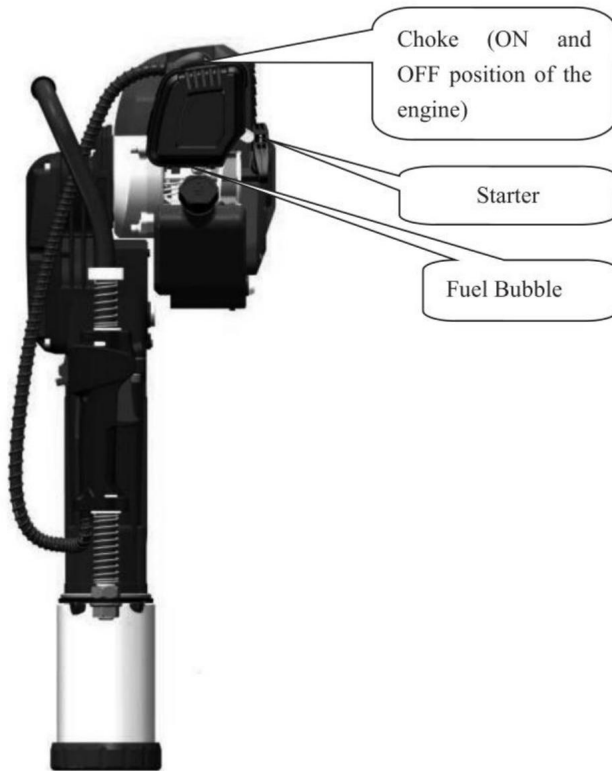

Fig 4
5.1. Innan du startar den nya maskinen, tryck på den genomskinliga och halvcirkeln bränslebubbla upprepade gånger(Fig.4) tills förgasaren är fylld med bränsle.(Om motorn är svalt, stäng luftdörren. Öppna luftdörren efter start.)
5.2. Ställ maskinen upprätt enligt Fig.4. Håll den övre delen av handtag hårt med ena handen medan den andra drar i draghandtaget starter snabbt över 50 cm. Låt inte draghandtaget gå tillbaka fritt upprepade drag men håll den hårt för att undvika skador som uppstår på grund av snabba elasticitet.